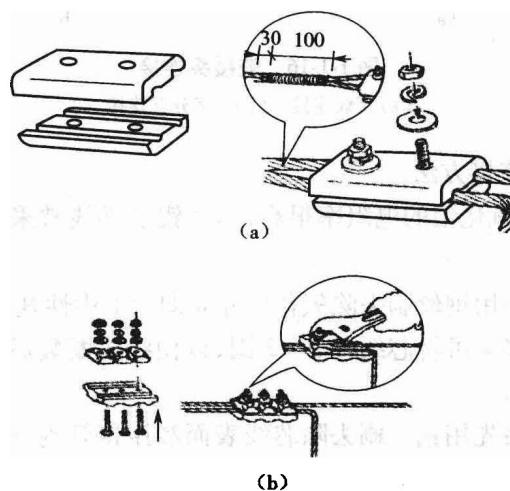

图 1-1-19 铝芯导线的沟线夹压接法
③沟线夹压接法:当导线截面较大时,可采用此方法,如图1-1-19所示。